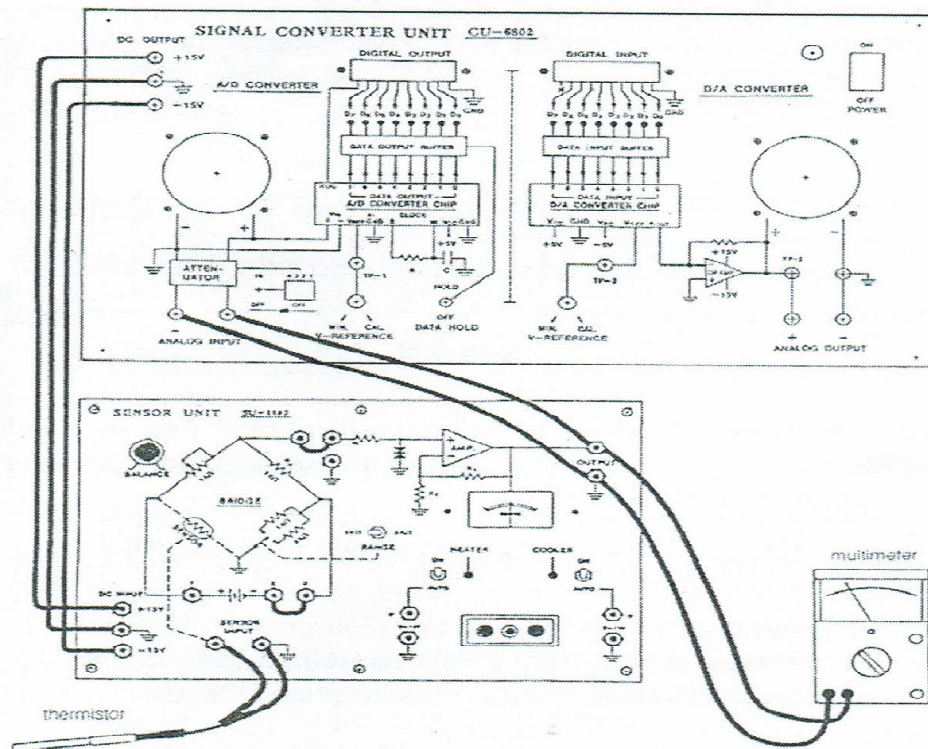

Fig.3.3. Schéma de connexion.
6. Connectez la sortie A/N à l'entrée N/A comme indiqué par une ligne en pointillé dans la Figure 3.3. Comparez les valeurs analogiques et numériques du convertisseur A/N aux valeurs correspondantes du convertisseur N/A. Les valeurs doivent être identiques entre les deux données analogiques et les deux données numériques. Cette expérience est effectuée avec l'entrée de référence en position "CAL".